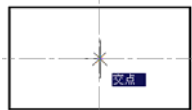
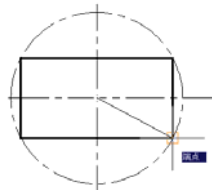

图 3.5.14 输入命令 INT 捕捉交点
图 3.5.15 自动捕捉端点
Step7. 绘制图 3.5.8 所示的圆。选择下拉菜单 **绘图(D)** → **圆(C)** → **圆心、半径(R)** 命令；在命令行输入 INT 并按 **Enter** 键，然后将鼠标光标移至图 3.5.14 中的两条中心线的交点附近，当出现“交点”提示时单击(由此定义圆的圆心点)；将鼠标光标移至图 3.5.15 中的矩形角点附近，当出现“端点”(或“交点”)提示时单击(由此定义圆的半径)。